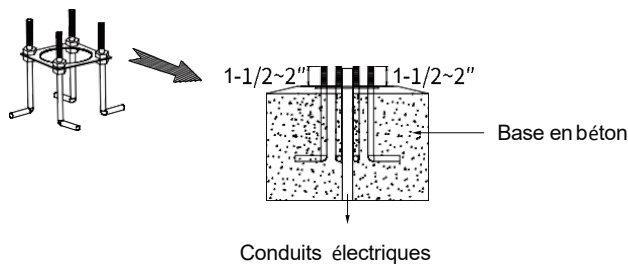

Fig 2
3. Installez 4 boulons d'ancrage dans le béton selon la **figure 2** ci-jointe, avec au moins 1-1/2~2" dépassant du béton, avec des filets libres et dégagés de débris et de saleté (les conduits électriques sont réservés dans le centre du béton).